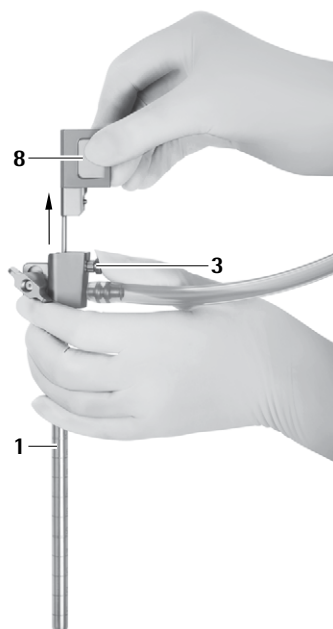

Fig. 10
- Tryck på upplåsningsknappen **3** och dra försiktigt ut obturatorn för optikkanalen **8** ur MINOP InVent-troakaren **1**, se Fig. 10.